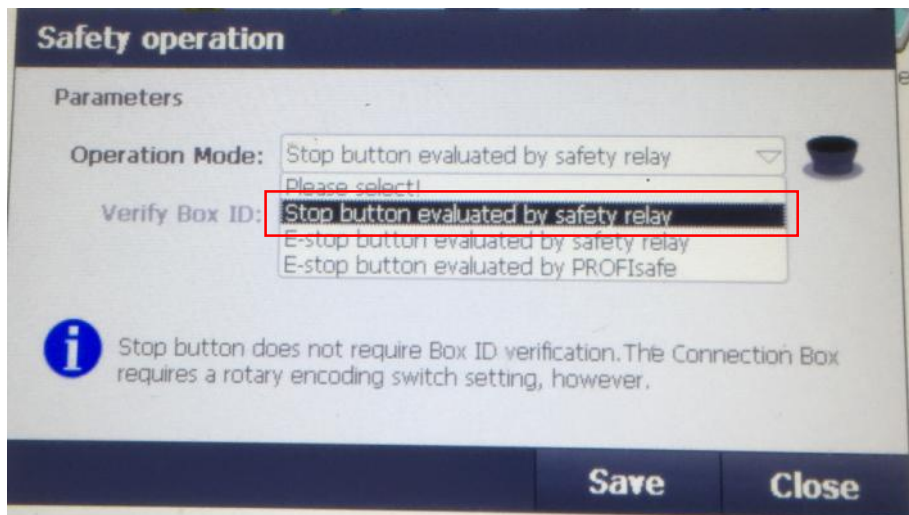

图 10 KTP700F 屏上的设置
- 1) 由于急停一旦出现故障将导致整个系统停机，而目前看，主要是由于通讯中断导致问题的发生，因此建议将急停与 PLC 的连接采用连线的方式，同时将 KTP700F 屏上的参数进行相应的修改（图 10）。